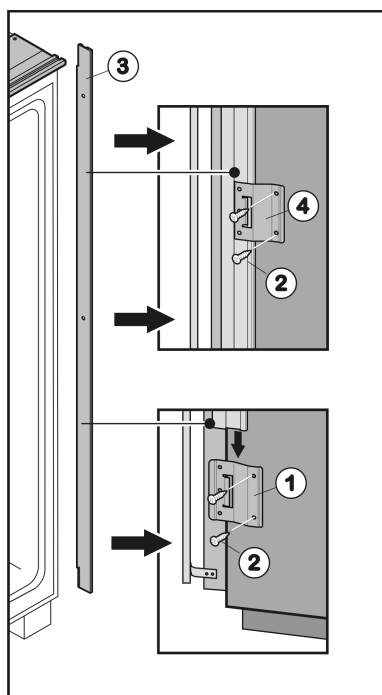
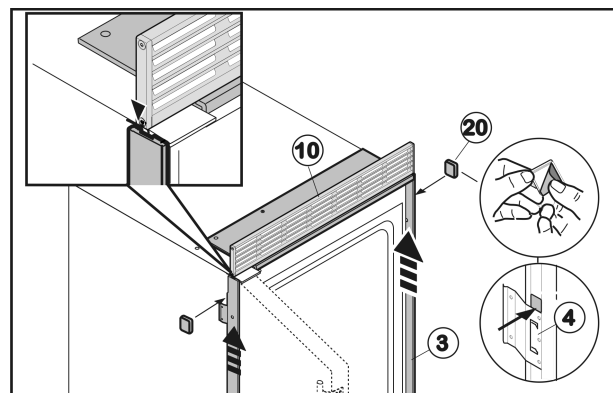
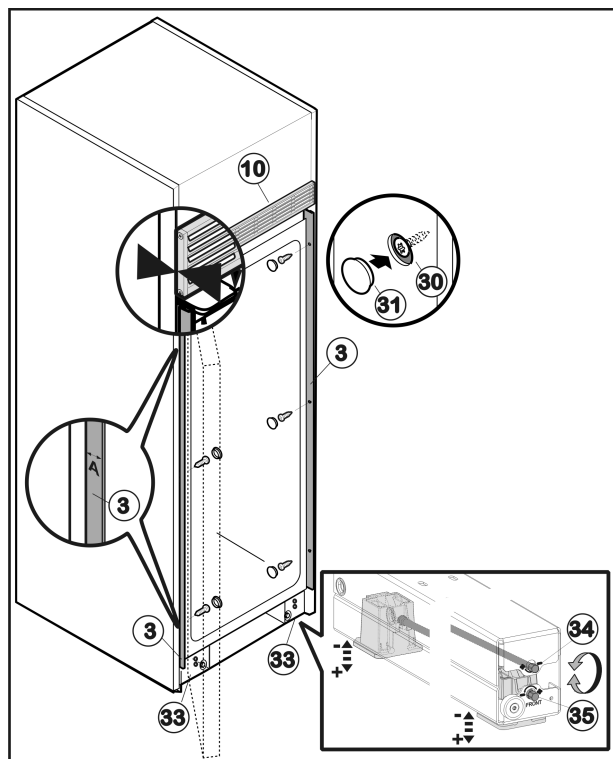

Fig. 32
Fig. 35
Fig. 36
- Monte la chapa de fijación Fig. 32 (1) en la parte inferior del lado del tirador con los dos tornillos Fig. 32 (2) en los agujeros previamente perforados.
- Introduzca la regleta de montaje Fig. 32 (3) desde arriba en la chapa de fijación Fig. 32 (1).
- Deslice la segunda chapa de fijación Fig. 32 (4) desde arriba por la regleta de montaje Fig. 32 (3) y atorníllela centrada en la pared lateral.
- Deslice la tercera chapa de fijación Fig. 32 (4) desde arriba por la regleta de montaje Fig. 32 (3) y atorníllela en la parte superior de la pared lateral.
- Retire la cinta adhesiva de la regleta de montaje Fig. 35 (3) lateral.
- Desplace la regleta de montaje Fig. 35 (3) hacia arriba hasta que alcance la rejilla de aire Fig. 35 (10).
- Pegue las placas adhesivas Fig. 35 (20) sobre la chapa de fijación Fig. 32 (1) y las chapas de fijación Fig. 35 (4), respectivamente, en la regleta de montaje Fig. 35 (3) para que ésta no resbale hacia abajo.
- Introduzca el aparato en el habitáculo hasta que el canto trasero de la rejilla de aire Fig. 36 (10) esté enrasado con el canto delantero de la pared lateral del mueble.
- Alinee el aparato en el habitáculo con un nivel de burbuja sobre los zócalos de ruedas Fig. 36 (33): utilice la posibilidad de ajuste superior (1/4") Fig. 36 (34) para la pata de ajuste trasera y la posibilidad de ajuste inferior (1/4") Fig. 36 (35) para la pata de ajuste delantera, respectivamente. Levante girando en el sentido de las agujas del reloj y baje girando en sentido contrario. Altura máxima de ajuste: 5/8 pulg (16 mm).
- Compruebe la distancia **A** entre el canto delantero de la regleta de montaje Fig. 36 (3) y el canto delantero de la pared lateral del mueble en la parte superior e inferior del habitáculo. La distancia debe ser de 1/2 " (13 mm). Dado el caso, vuelva a alinear el aparato en el habitáculo.
- Fije el aparato en el habitáculo con los tres tornillos Fig. 36 (30) en el lado del tirador y de la bisagra, respectivamente. No arañe la regleta de montaje Fig. 35 (3) lateral.
- Coloque los tapones Fig. 36 (31) sobre los tornillos.